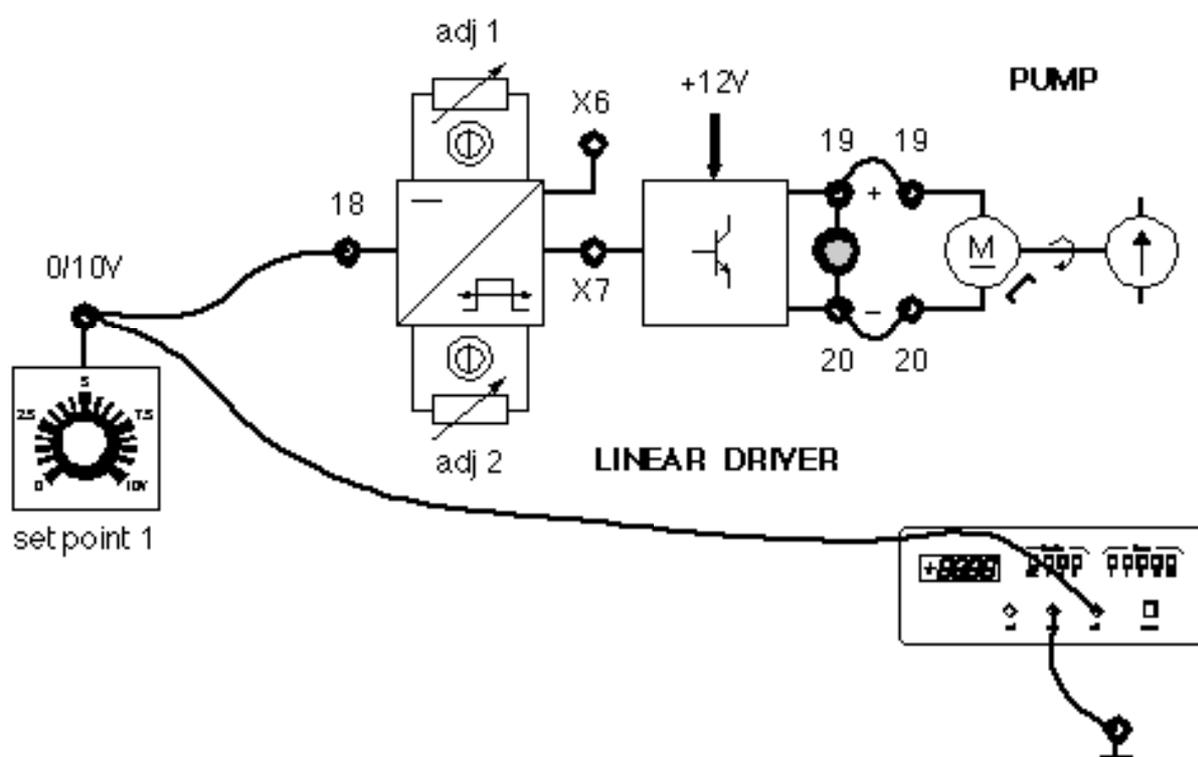

Fig. 5.1
Una vez asegurado del conocimiento de los prerrequisitos, entrega al alumno la Ficha 5.1 que representa el cableado del SET POINT 1 con la interface de la bomba (fig. 5.1) y prepara el panel de simulación del proceso de la siguiente manera:
- 1) Conectar, mediante cables, el casquillo 18 del LINEAR DRIVER al casquillo del SET POINT 1, el casquillo 19 al 19 y el 20 al 20 (Ficha 5.1 fig. 5.1).
- 2) Introducir un terminal del voltímetro digital, preparado en corriente continua, en el casquillo del SET POINT 1 y el otro en el casquillo de masa (Ficha 5.1 fig. 5.1).
- 3) Apretar el interruptor general (ON).